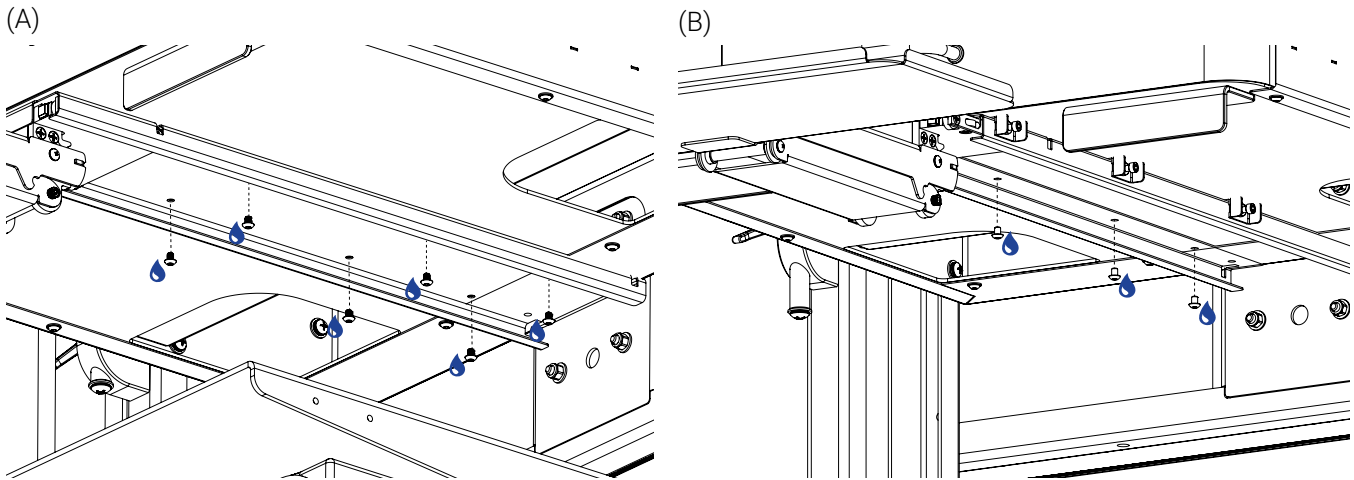

Figure 10: Installation des premières vis
13. Pendant qu'une (1) personne tient le plateau, installer les nouvelles vis à tête bouton 10-32 po X 1/4 po du mécanisme coulissant, sous la surface de travail :
- Pour un Chariot d'endoscopie avec un mécanisme coulissant en 1-partie, serrer les six (6) premières vis enduits d'adhésif frein-filet de force moyenne à l'aide d'une clé hexagonale 1/8 po (Figure 10 A).
- Pour un Chariot d'endoscopie avec un mécanisme coulissant en 2-parties, serrer les trois (3) premières vis enduits d'adhésif frein-filet de force moyenne à l'aide d'une clé hexagonale 1/8 po (Figure 10 B).